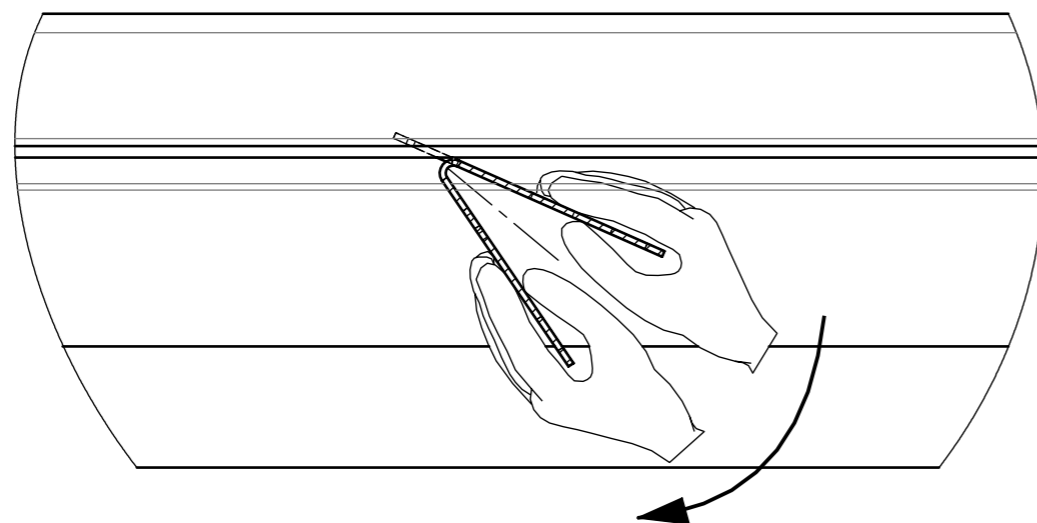
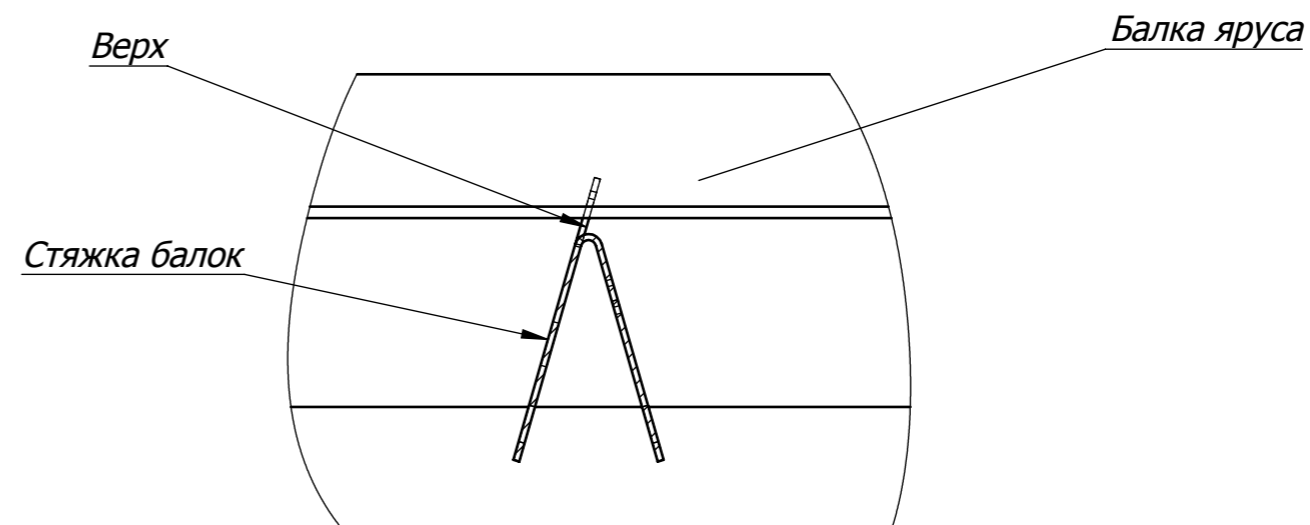

Рис.2
Рис.3
3. Убедитесь, что верхний и нижние зацепы не упираются в балку яруса, а установочные пазы попадают в нижний гиб балки (См. Рис.1). Затем взявшись двумя руками за гибы стяжки балок (См. Рис.2), поворачивайте стяжку балок на 90° преодолевая усилие до характерного "щелчка" (Стяжку держать в местах рядом с балкой во избежании деформации гибов стяжки при повороте). Правильно установленная стяжка должна выглядеть как перевернутая на 180° латинская буква V. (См. Рис.3). Аналогичным образом завести в зацепление с балкой противоположный торец стяжки балок.